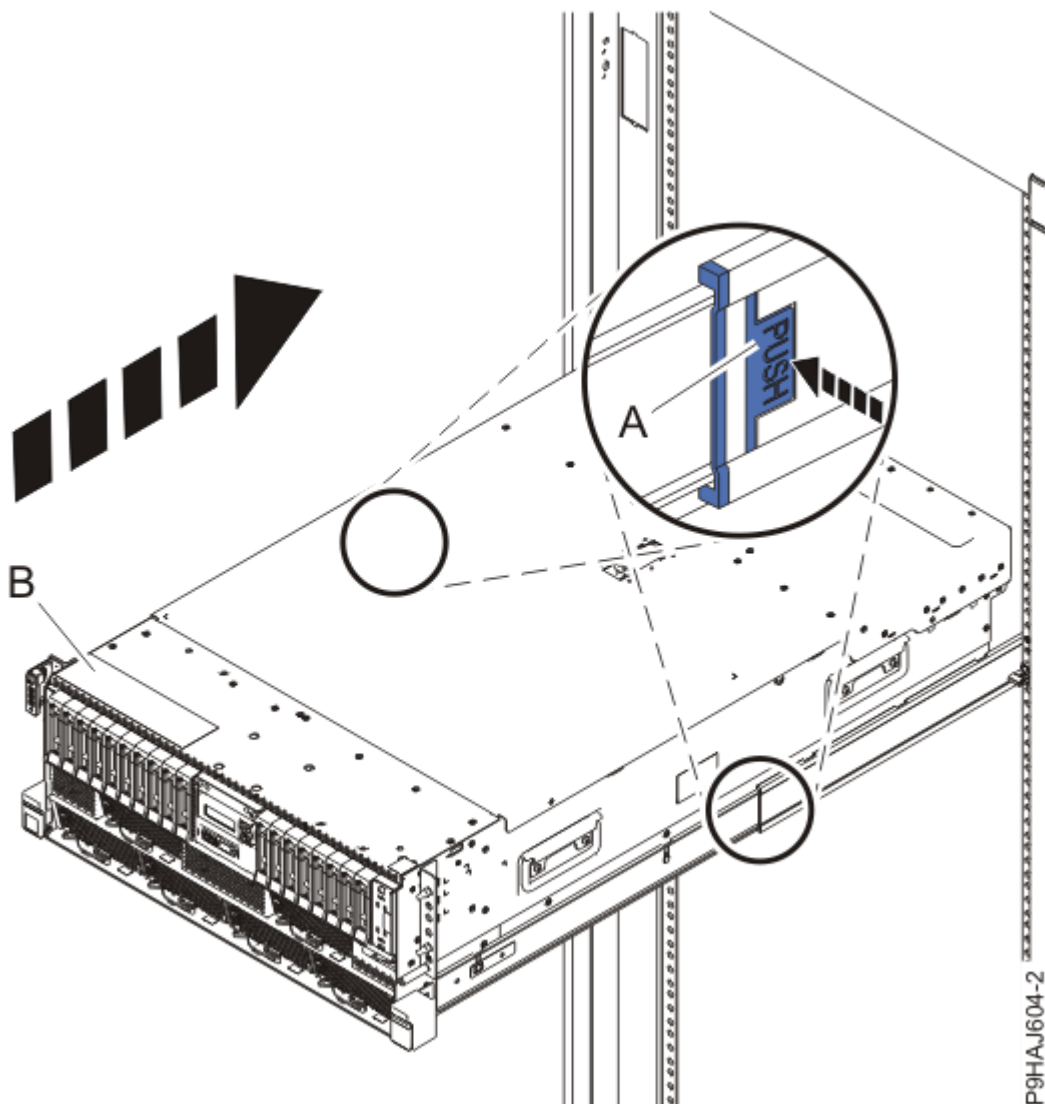

図 60. システムの操作位置への設置
3. ラック・マウント型システムの場合、青色のレール安全ラッチ **(A)** を、82 ページの図 60 に示されているように内側に押してアンロックします。